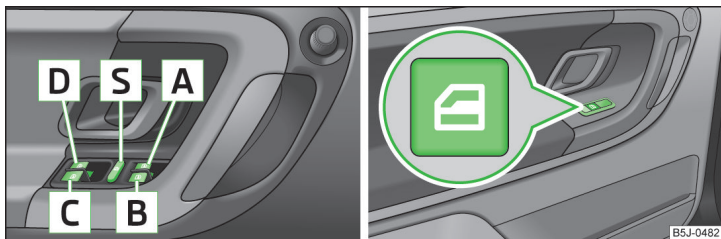

Abb. 38 Tasten in der Fahrertür / in den hinteren Türen
- Werden auf den Rücksitzen Personen, die nicht völlig selbstständig sind, z. B. Kinder, befördert, wird empfohlen, die elektrischen Fensterheber der hinteren Türen außer Funktion zu setzen (Sicherheitsschalter) **S** » Abb. 38 auf Seite 58.
- Wenn die Zündung ausgeschaltet wird, lassen sich die Fenster noch für ca. 10 Minuten öffnen oder schließen. Nach dem Öffnen der Fahrer- oder Beifahrertür können die Fenster nur mit der Taste **A** » Abb. 38 auf Seite 58 bedient werden.
Tasten der Fensterheber » Abb. 38
Durch Drücken des Sicherheitsschalters **S** » Abb. 38 können die Tasten der Fensterheber in den hinteren Türen außer Funktion gesetzt werden. Durch wiederholtes Drücken des Sicherheitsschalters **S** sind die Tasten der Fensterheber in den hinteren Türen wieder funktionsfähig.
- Die Taste **A** » **Abb. 38 auf Seite 58** in der Öffnungsstellung halten.
- Die Taste **A** » **Abb. 38 auf Seite 58** in der Schließstellung halten.